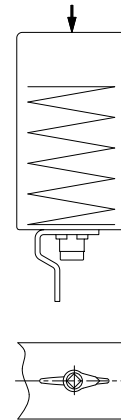

figure 2
2. Simple effet NO (Normalement ouvert). Le disque (03) et l'indicateur de position (58) doivent se trouver en position ouverte (voir figure 2).